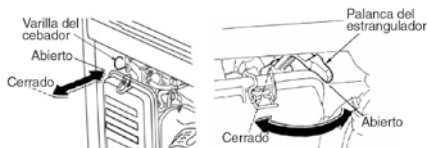

Fig. 9
4.8 Una vez haya arrancado el motor, ponga el cebador en la posición ON. (Fig. 9)